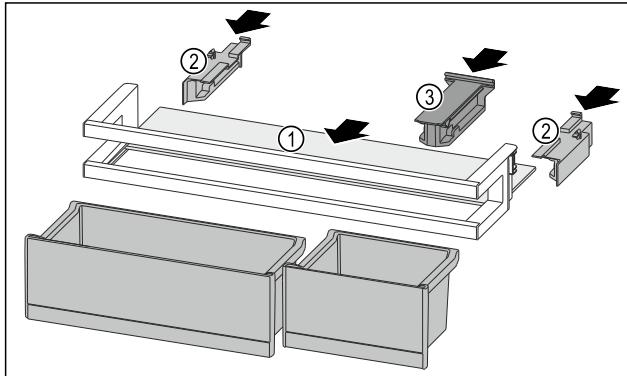

Fig. 94
- ▶ Вдвиньте съемную полку Fig. 94 (1) в боковые пазы.
- ▶ Установите боковые части Fig. 94 (2).
- ▶ Смонтируйте крепление Fig. 94 (3).